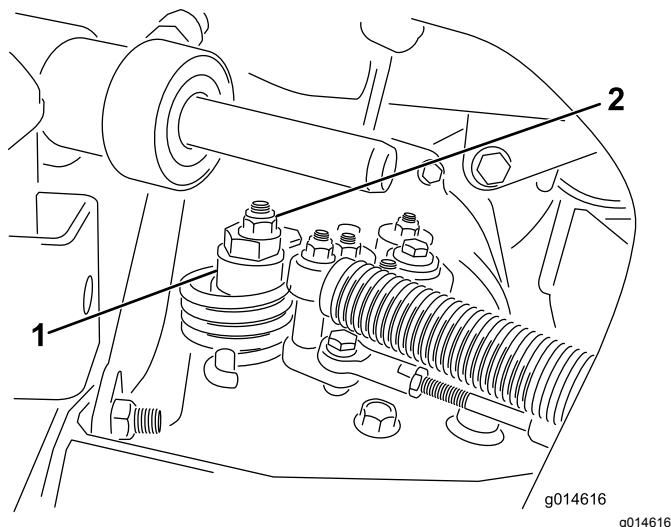

Figura 37
- A. Allentate il dado che fissa l'eccentrico alla parte superiore dell'igrostatato (Figura 37).
C. Fate girare l'eccentrico finché non riscontrate movimenti in alcuna direzione. Quando la ruota cessa di girare, serrate il dado di bloccaggio dell'eccentrico per mantenere la messa a punto (Figura 37). Verificate la regolazione portando l'acceleratore in posizione di MINIMA e MASSIMA.